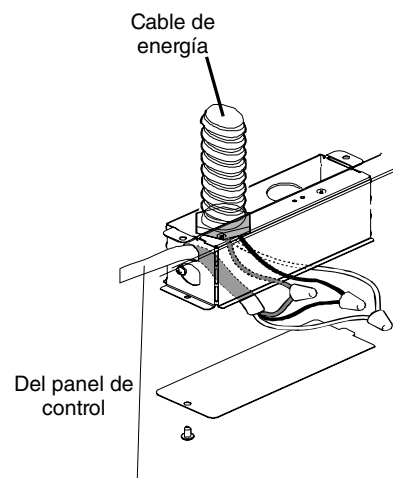

Figura 5
- Quite la cubierta de la caja-j como se muestra en la **Figura 5**.